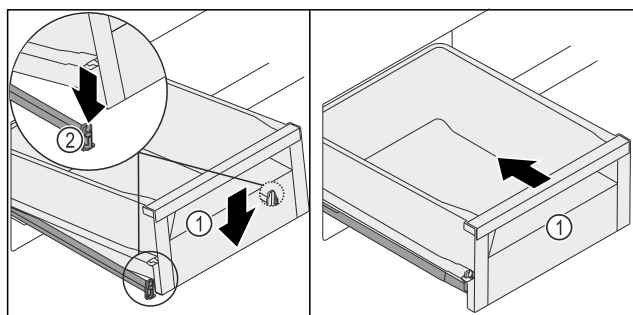

Fig. 127
- Schuifvak Fig. 127 (1) aan de voorkant neerlaten zodat het schuifvak links en rechts in de klem Fig. 127 (2) glijdt.
- Schuifvak Fig. 127 (1) klikt hoorbaar vast.
- Schuifvak Fig. 127 (1) inschuiven.